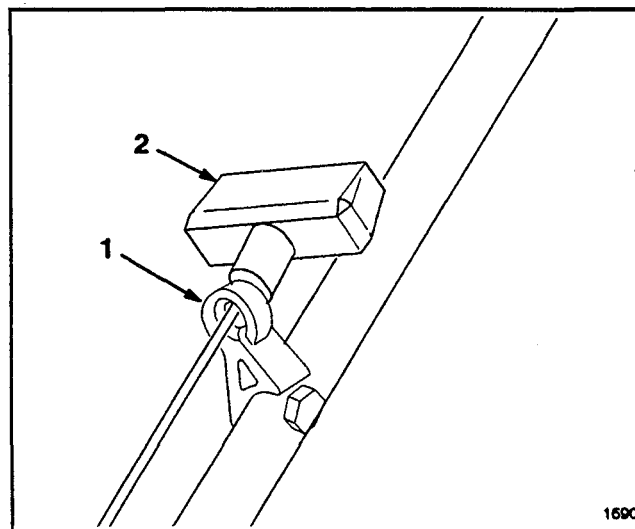

Abbildung 7
1. Starterseil durch die Seilführung am Griffholm einfädeln (Abb. 7). Um das Aufwickeln des Seils zu erleichtern, Selbstantriebsbügel am Griffgestänge betätigen, um die Messerbalkenbremse zu lösen.